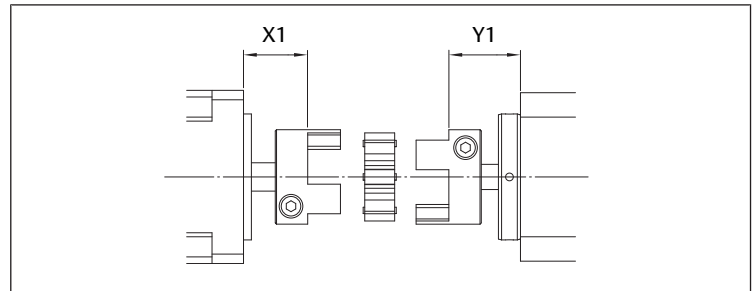

Abb. 12: Lagemaße für Kupplung ohne Fußbefestigung
- Für Kupplung ohne Fußbefestigung. Siehe → Abb. 12 und → Tab. 4.